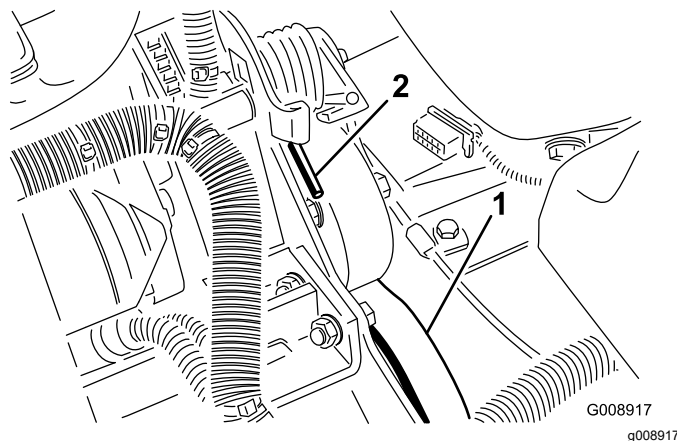

Figura 62
2. Empurre a mola para a frente e para trás (Figura 62) para a desprender do apoio e libertar a tensão da mola.